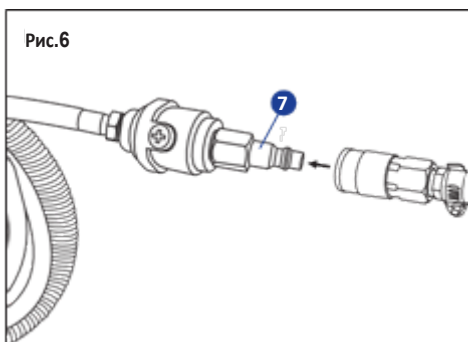

Рис.6
Подсоедините воздушный шланг к соединителю с внутренней резьбой (7) (Рис.6).